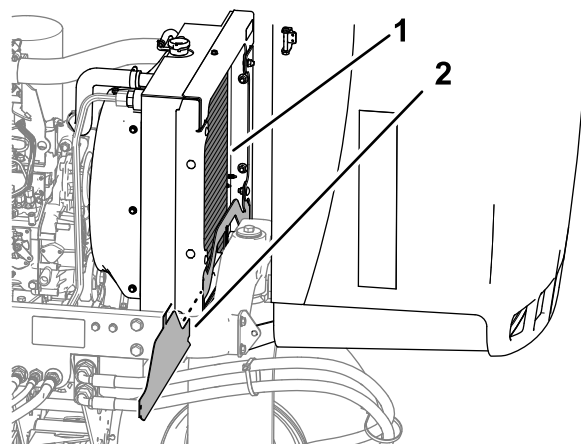

Figura 81
4. Rimuovete il carter del radiatore inferiore (Figura 81).
5. Pulite accuratamente con acqua o aria compressa entrambi i lati dell'area del radiatore (Figura 81).